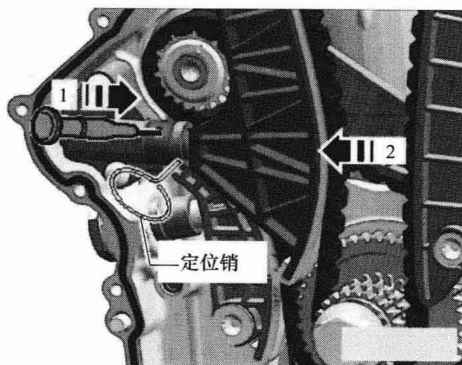

图 1-1-6
(7) 沿图 1-1-6 所示箭头方向用划线针或合适的螺钉旋具 1 插入链条张紧器的孔中，
(14) 拆除图 1-1-6 所示的张紧器定位销。
(15) 再次拧紧轴承盖的安装螺栓。
(16) 安装凸轮轴控制阀。
(17) 其余的组装工作（如机油泵驱动链条的安装）以与拆卸相反的顺序进行。